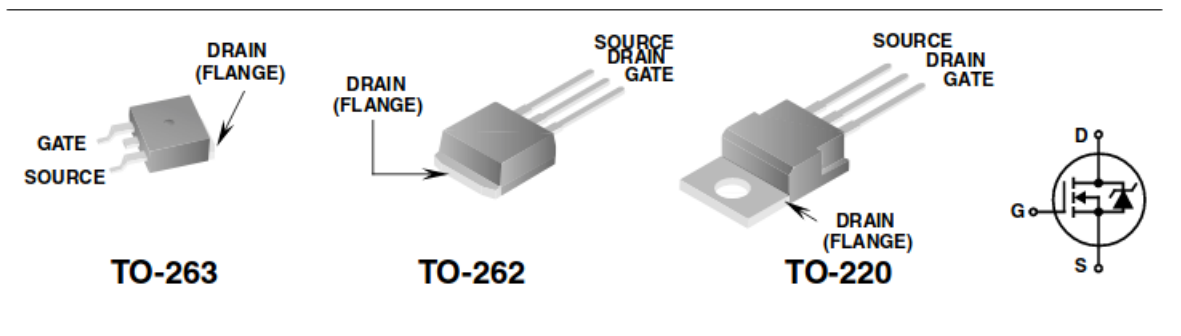

Figura 1: tipos de empaqueta y orden de los pines
En esta practica se trabaja con el MOSFET IRF640N con encapsulado To 220AB el cual tiene las siguientes especificaciones tomadas del datasheet del fabricante, como se observa en la figura 1:
Como se observo en la *figura 1* en mismo tipo de MOSFET maneja tres tipos de encapsulado, por lo que es importante saber que tipo de encapsulado es el que se esta utilizando, mas adelante se observara porque la importancia del empaquetado y conocer su función interna, por lo pronto se observa el orden en que están acomodados los pines. Es básico conocer que un MOSFET tiene tres pines denominados *gate(G)*, *drain(D)* y *source (S)*, su traducción es español es puerta, drenado y fuente).